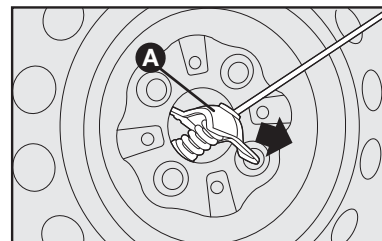

fig. 8
- Coloque la rueda de repuesto en la posición vertical y extraiga el dispositivo **A-fig. 8**, pasándolo por el orificio central de la rueda como indicado por la flecha.